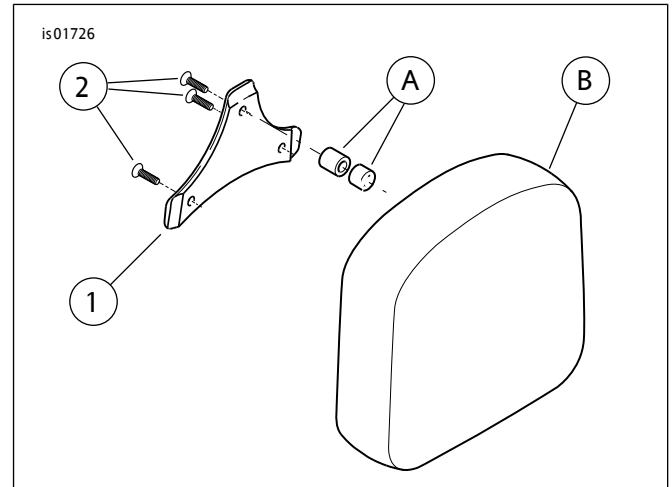

图1。维修零件：乘客靠背底架套件
参见图1和表1。
2. 参见图1。将塑料隔块/衬套(A)安装至靠背垫(B)的安装孔中。